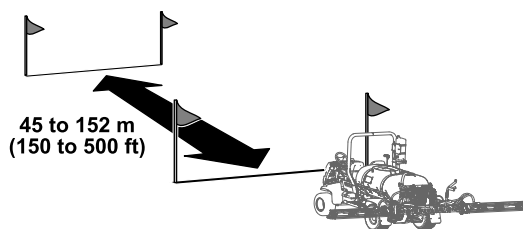

Figura 63
5. Marcai o linie de pornire pe o zonă de testare a gazonului (Figura 63).
3. Apăsai butonul 2 de pe InfoCenter și deplasează-l până la linia de sosire (Figura 66 și Figura 63).